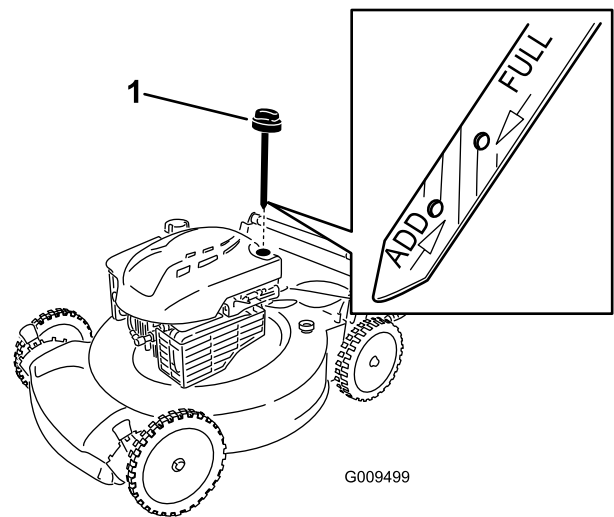

Bild 26
6. Nehmen Sie den Ölpeilstab aus dem Öleinfüllstutzen (Bild 26).